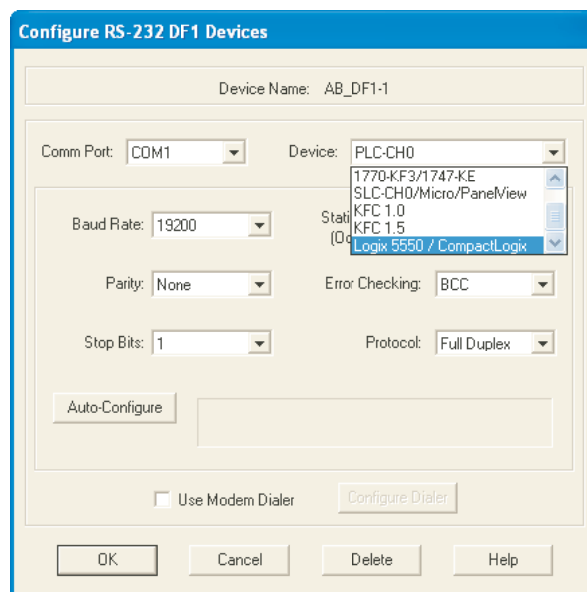

Abbildung 4.3.21e RS-232 DF1 Geräte konfigurieren
3. Klicken Sie auf „Add New“ und geben Sie einen passenden Treibernamen in das Pop-up Fenster ein. Bestätigen Sie mit „OK“. Das „Configure RS-232 DF1 devices“ Fenster öffnet sich (Abbildung 4.3.21e).